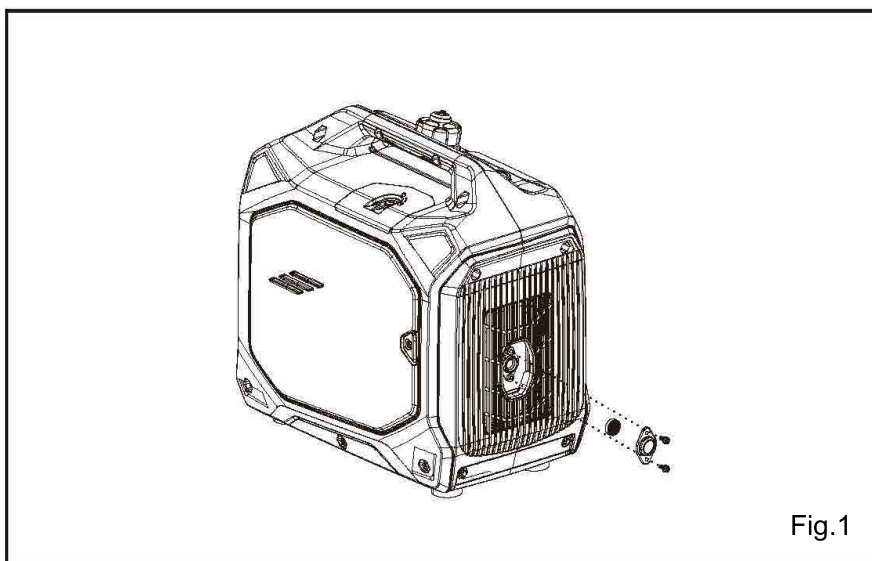

Fig.1
Hay seis tornillos (Fig. 1) que se pueden quitar para acceder al silenciador y al apagachispas.
1. Retire la tapa del tanque de combustible. Utilice una bomba manual (Fig. 1) para extraer el combustible del tanque bombeándolo a un recipiente autorizado. Enrosque la tapa del combustible en el tanque una vez finalizado.